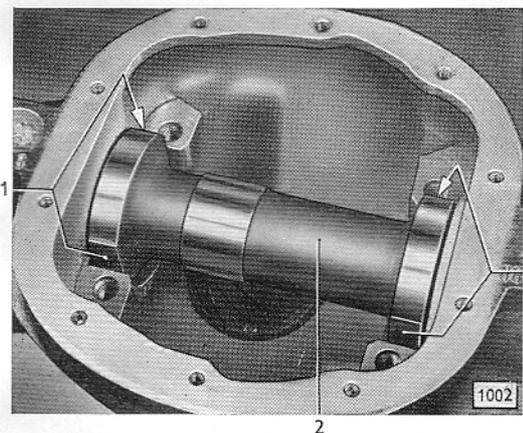
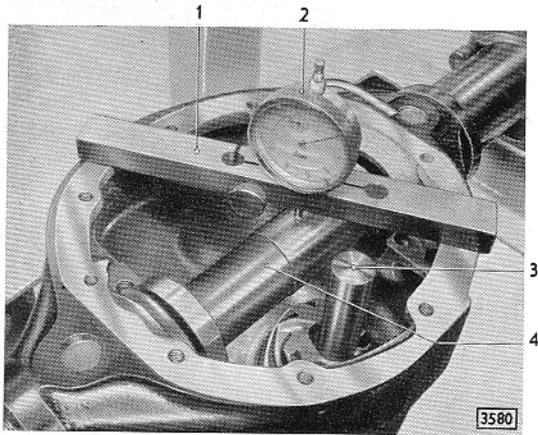

Bild 36 - Meßdorn von S-1063 in Hinterachsgehäuse eingesetzt
Bild 37 - Antriebskegelrad-Höhenkontrollehre in Hinterachsgehäuse eingesetzt
7. Antriebskegelrad-Höhenkontrollehre, bestehend aus Meßschiene (37/1) und Meßdorn (37/4) von S-1063, Meßuhr S-9 sowie Kaliberdorn S-1272 (37/3), in Hinterachsgehäuse einsetzen (Bild 37). Dabei Meßdorn so in Lageraufnahmen im Hinterachsgehäuse einsetzen, daß die seitlichen Abflachungen (36/1) des Dornes senkrecht stehen (Bild 36).